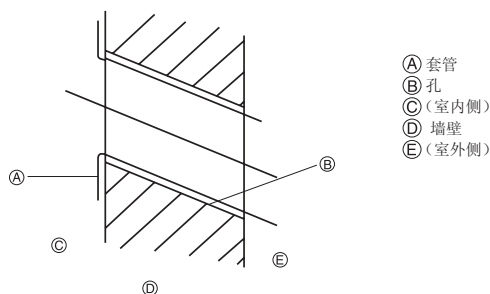

Fig. 3-2
- ② 将比例尺对齐线位
3.1.2. 钻管道孔 (Fig. 3-2)